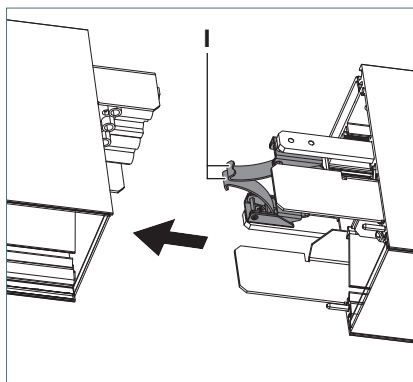

Fig. 23: Unione degli apparecchi.
- Premere le staffe **I** una con l'altra, vedi Fig. 23.